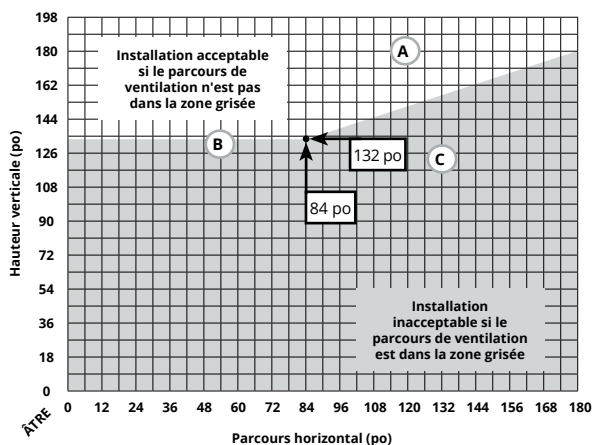
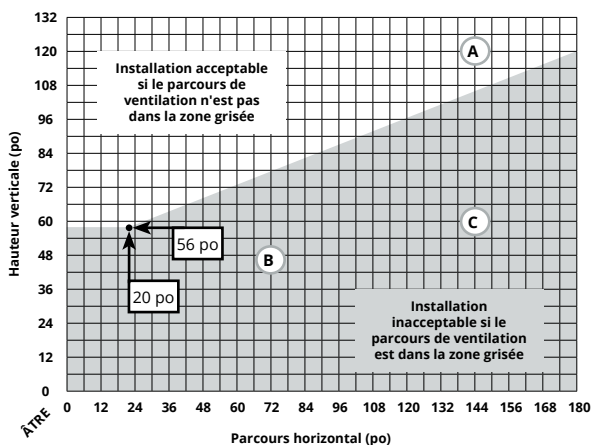

Figure 12. Graphique du système de ventilation avec évent supérieur de 5 po/8 po et chapeaux muraux
Figure 13. Graphique du système de ventilation avec évent supérieur ou arrière de 5 po/10 po et chapeaux muraux
Mesurez la hauteur verticale depuis l'âtre du foyer vers le centre du chapeau et le parcours horizontal depuis le col du conduit du foyer jusqu'à la bride murale du chapeau. Tracez le graphique du système de ventilation avec un « X » sur la figure 12 ou 12b.
- Les parcours de ventilation doivent respecter les limites indiquées dans le graphique du système de ventilation (voir les figures 12 ou 12b).
Figure 12.b Installation d'un système de ventilation mural de 5 po/8 po avec un angle de 90° et un évent supérieur. Le parcours de ventilation doit être conforme au graphique du système de ventilation avec évent supérieur et chapeaux muraux (figure 12).
Mesurez la hauteur verticale depuis l'âtre du foyer vers le centre du chapeau et le parcours horizontal depuis le col du conduit du foyer jusqu'à la bride murale du chapeau. Tracez le chemin du système de ventilation avec un « X » sur la figure 13. Si le « X » arrive sur la limite supérieure de la zone grisée ou au-dessus de celle-ci, l'installation est acceptable.
- Le parcours de ventilation doit respecter les limites indiquées dans les graphiques du système de ventilation (voir la figure 13).
Figure 13.b Installation d'un système de ventilation mural de 5 po/10 po avec un angle de 90° et un évent supérieur. Le parcours de ventilation doit être conforme au graphique du système de ventilation avec évent supérieur et chapeaux muraux (figure 12).
Figure 13.c Installation d'un système de ventilation à plusieurs coudes avec évent arrière de 5 po/10 po et chapeau mural. Le parcours de ventilation doit être conforme au graphique du système de ventilation avec évent arrière et chapeaux muraux.